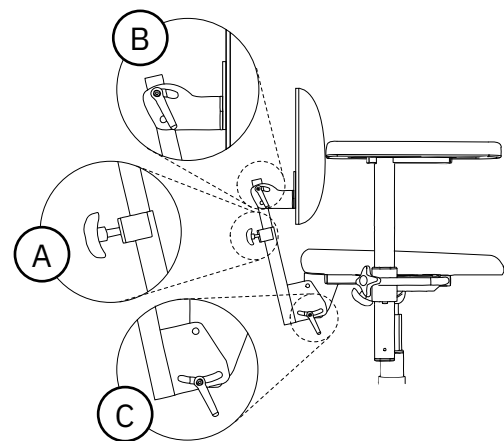

Abb. 5.41. Rückenlehnenmechanismus Standard.
Bei der Standard-Ausführung können die Höhe (A), der Winkel der Rückenlehne (B) und der Winkel der Rückenlehnenfunktion (C) eingestellt werden, siehe Abb. 5.41. Die Rückenlehnenfunktion erlaubt eine Neigung der Rückenlehne von bis zu 15° nach vorn und 30° nach hinten.